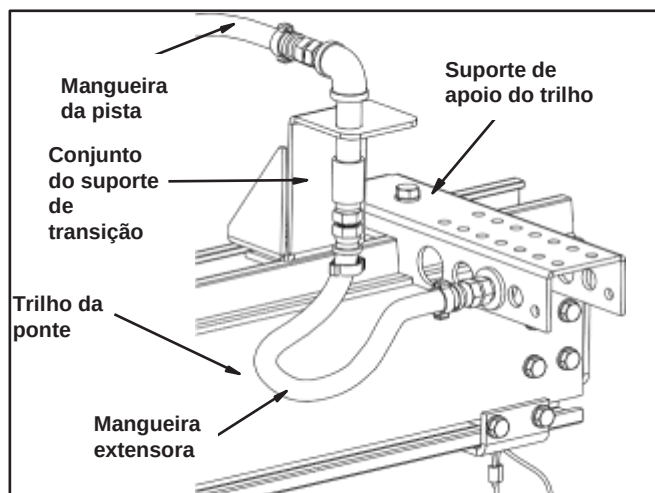
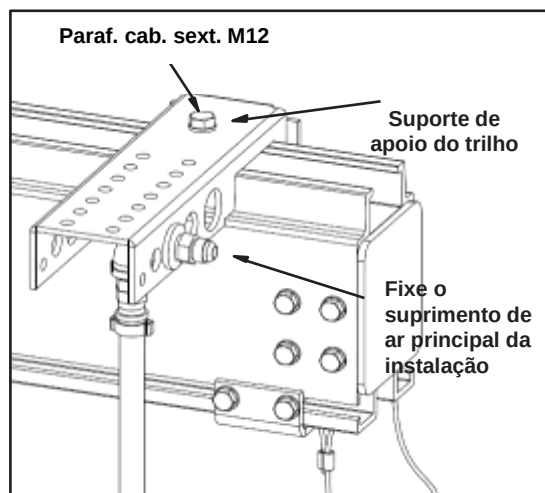

Figura 3-67
Figura 3-68
- Etapa 1. Fixe o suporte de apoio do trilho, soltando a porca gaiola e deslizando o suporte de apoio do trilho para dentro do canal superior do trilho. Posicione o suporte a aproximadamente seis (6) polegadas (152 mm) da extremidade do trilho da ponte. Consulte a Figura 3-67.
- Etapa 2. Aperte os dois (2) parafusos de cabeça sextavada M10 x 50 mm para travar o suporte de apoio no trilho.
- Etapa 8. Reinstale os parafusos em U prendendo a mangueira no trole, alternando as voltas da mangueira de dentro para fora. Verifique se as voltas da mangueira cabem dentro do trole com um comprimento aproximado de trinta e seis (36) polegadas (914 mm). Consulte a seção “Trole da mangueira” deste manual na página 3-26.
- Etapa 11. Fixe o suprimento de ar da instalação principal ao encaixe a 90 graus do suporte de apoio do trilho (fornecido). Consulte a Figura 3-68. Use pelo menos doze (12) polegadas (305 mm) de mangueira entre o suporte e o tubo rígido da planta. Não enrijeça o tubo. Instale o encaixe do tornel fêmea nos encaixes com a braçadeira Oetiker à extremidade da mangueira e fixe a parte macho do conjunto.